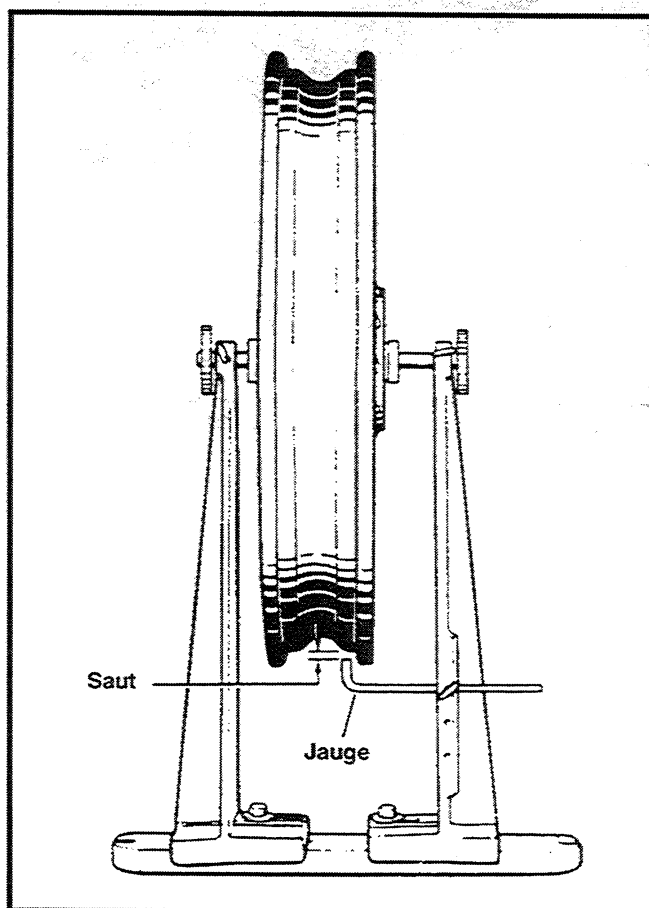

Figure 2-19. Vérification du saut de jante
2. Voir Figure 2-19. Vérifiez le saut radial de la jante comme indiqué. Remplacez la roue s'il dépasse 0,030 po. (0,76 mm).